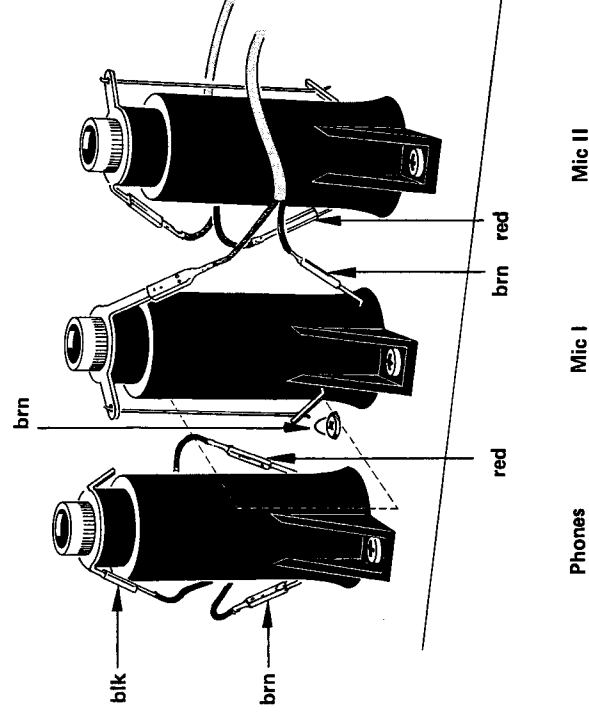

Bild 3.13.-18
- Steckverbindungen an den Jack-Buchsen lösen (Bild 3.13.-18).